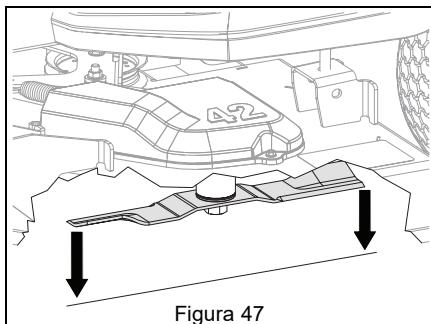

Figura 47
3. Su entrambi i lati dell'unità, misurare la distanza dal suolo alla punta anteriore e posteriore della lama. Vedere Figura 47.